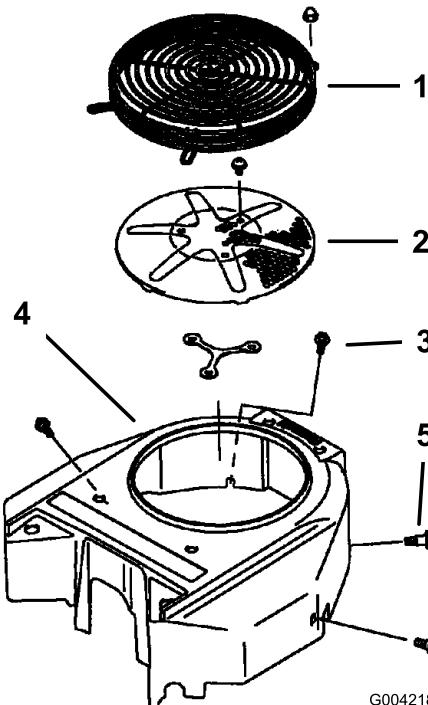

Figura 69
Prima dell'uso, eliminate erba, morgia ed altri detriti accumulatisi sulla griglia del motore. In questo modo garantirete un'adeguata ventilazione e una corretta velocità del motore e ridurrete la possibilità di surriscaldamento e danni meccanici al motore (Figura 69).
3. Rimuovete la griglia della presa d'aria, l'avviatore autoavvolgente e la sede della ventola (Figura 69).
5. Installate la griglia della presa d'aria, l'avviatore autoavvolgente e la sede della ventola (Figura 69).